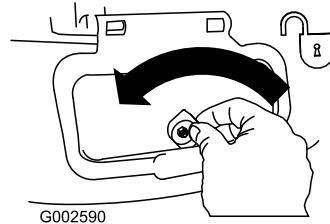

Figure 30
- Déverrouillez le volet d'éjection latérale (Figure 30).